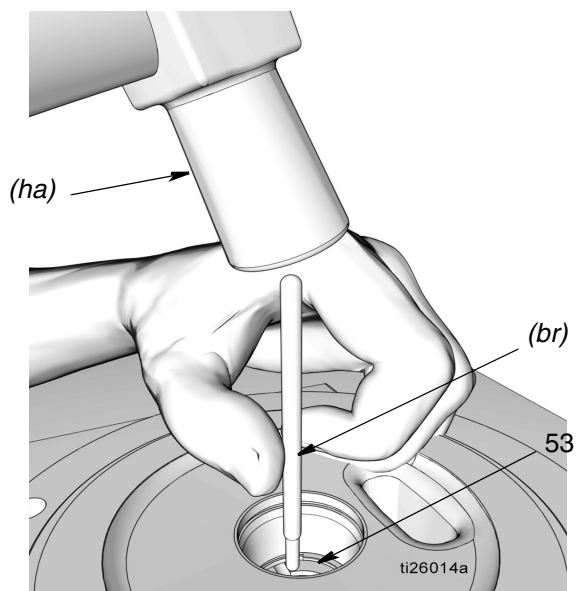

FIG. 27
19. Utilizzare un'asta in ottone morbido (*br*) e un martello per colpire delicatamente la manica dell'elemento della pompa (53) e rimuoverlo dalla base della stessa (1) (FIG. 27).